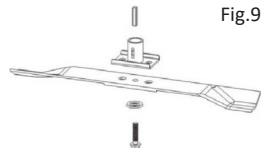

Fig.9
- Se si desidera sostituire la lama di taglio, rimuovere il bullone (Fig. 9).